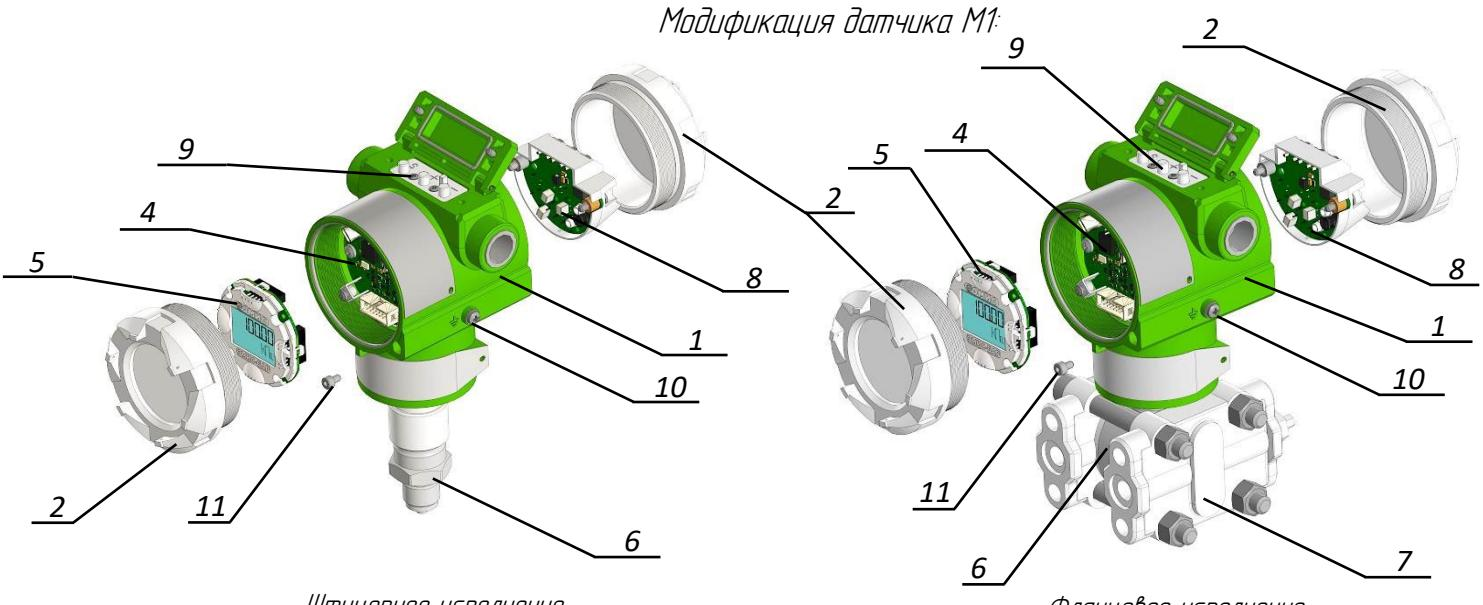

Рисунок 2 – Устройство датчиков давления
Датчик давления состоит из преобразователя давления и электронного блока (Рисунок 2). Корпус электронного блока (1) крепится на резьбовой части преобразователя давления (6). В электронном блоке размещены: электронная плата (4), крышки с уплотнениями (2), модуль ЖКИ (5), RFI фильтры (3), клеммная колодка (8), кнопки настройки датчика (9), винт наружного заземления корпуса (10), винты фиксации крышек корпуса (11). Над клеммной колодкой расположена винт обозначенный специальным знаком заземления, который может быть использован для подсоединения экрана при применении экранированного кабеля. Под секцией с модулем ЖКИ расположено отверстие для крепления таблички с позиционным обозначением.
- Зафиксировать крышку винтом фиксации крышки корпуса (11) (Рисунок 2).
Преобразователь давления (6) и фланцы (7) (Рисунок 2) в стандартном исполнении изготавливаются из нержавеющей стали 316L, также доступно исполнение, выполненное из Хастелоя НС-276. Материалы деталей, контактирующие с измеряемой средой, указаны в Таблицах 1.1-1.4.